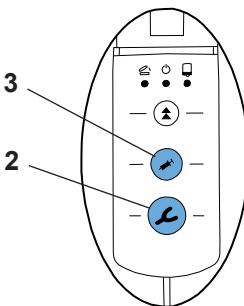

図 8
- あらかじめプログラムが選択されていない状態で、トレー用(2、図8)またはディスペンサー用(3、図8)スタートキーが押されると、装置は自動的にプログラム(ST)が有効化されます。(ST)キーの横にあるLEDランプが点灯します。